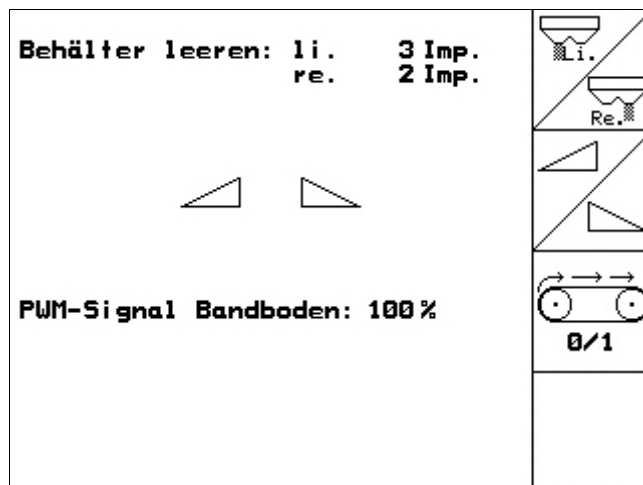

Рис. 20
-  Разгрузить бункер (Рис. 20).